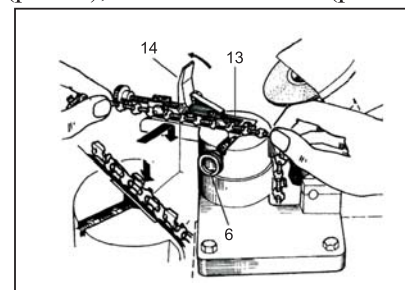

рис.8
6.7 Перед подключением электрического станка к питающей сети, убедитесь что выключатель находится в положении "выкл", чтобы избежать непроизвольного включения станка. Установите цепь направляющими звеньями в ручей **13** (рис. 8), как показано на (рис. 8), отведя установоч-
ный клин **14** (рис. 8) в сторону и ослабив крепёжный винт **6** (рис. 5).